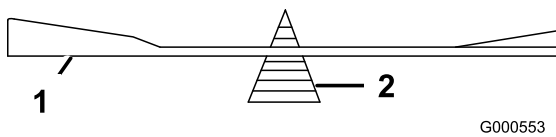

Figura 55
2. Verifique o equilíbrio da lâmina colocando-a num equilibrador de lâminas (Figura 55).